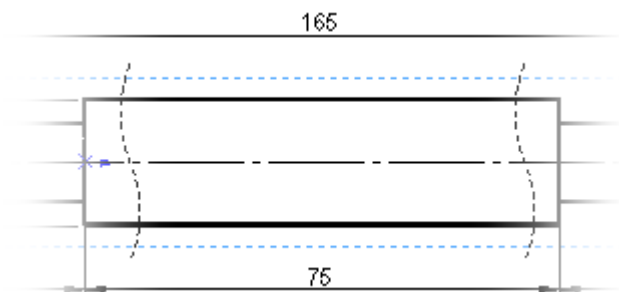

Figura 4.6 - Inserindo as linhas curvas de quebra na seção onde será encurtado.
2.3. Insira as duas linhas curvas de encurtamento nas laterais da seção da peça de comprimento de 75 mm, como mostrado na Figura 4.6. Clique em  **OK**.